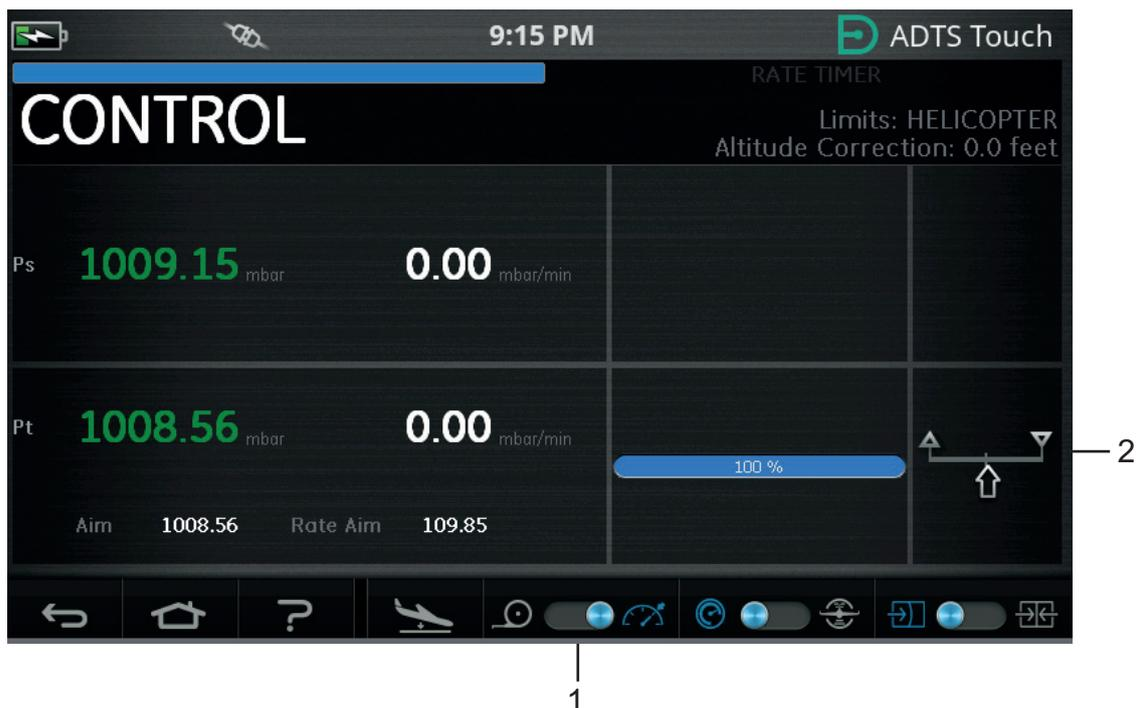

Figure 3-56 : Mode de contrôle Pt seul
La Figure 3-56 indique en (2) que le canal Ps est en mode de mesure et le canal Pt en mode de contrôle.